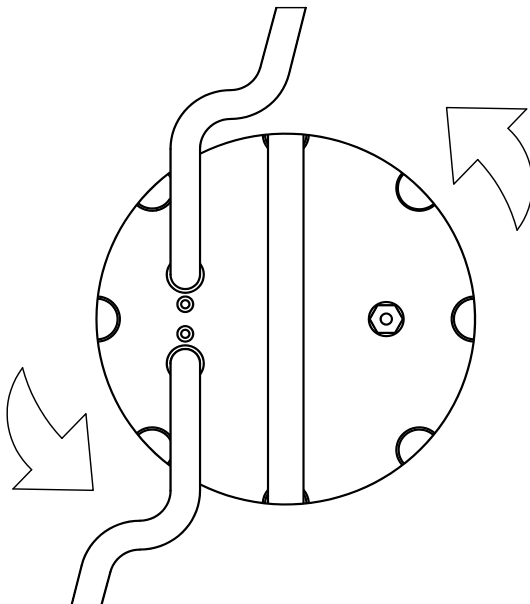

Fig. 2
3. Osservare attentamente il contraccolpo all'avviamento, guardando l'elettropompa dall'alto. Se il senso di rotazione è giusto, la calotta superiore si muoverà in senso antiorario come indicano le frecce nel disegno (FIG 2).